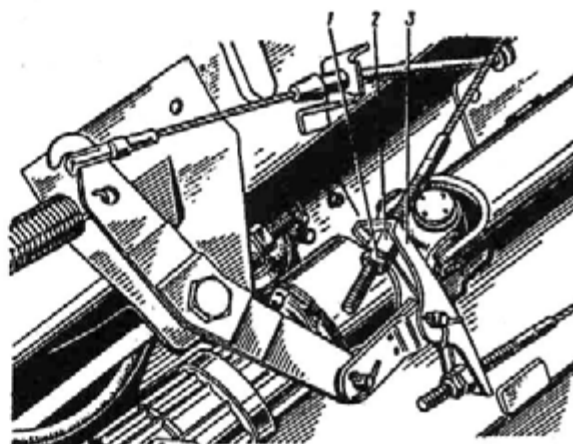

Рис. 256. Регулировочный узел натяжения тросов стояночной тормозной системы:
Первоначально отрегулируйте ход рычага 2 (рис. 229). Для этого, отпустив контргайки 1 (рис. 256), вращением регулировочных гаек 2 добейтесь того, чтобы при натяжке рычаг 2 (рис. 229) перемещался на 6—8 зубцов сектора. При этой регулировке следите, чтобы уравниватель 2 (рис. 256) тросов был расположен перпендикулярно продольной оси автомобиля.
1. Полностью ослабьте натяжение задних тросов, сместив контргайки 1 (рис. 256) и регулировочные гайки 2 на самые концы регулировочных наконечников.